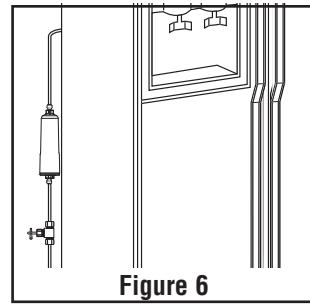

Figure 6
7. Joignez le port de sortie du filtre à la conduite d'eau se dirigeant vers l'appareil à desservir. (Figure 6)
#### 5. Joignez le port de sortie du filtre à la conduite d'eau se dirigeant vers l'appareil à desservir. (Figure 6)